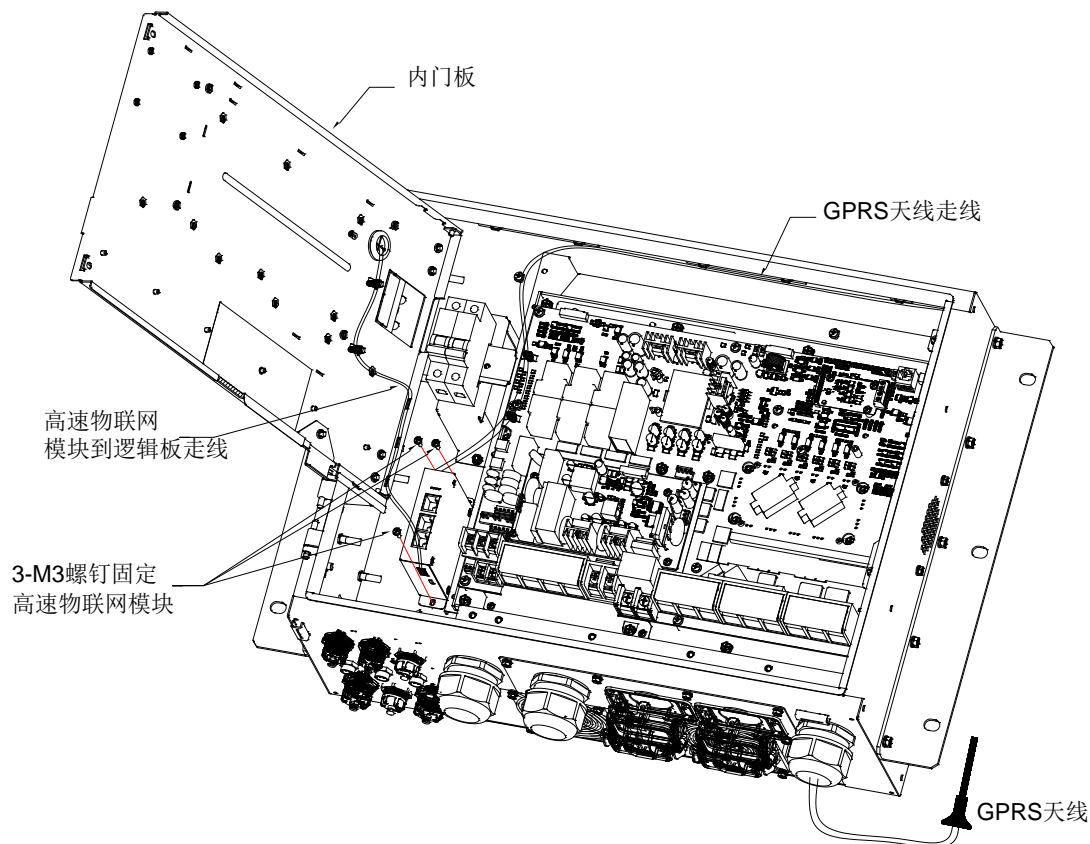

图 B-3 高速物联网模块安装
- 1、如图 B-3 打开内门，用 3 个 M3 螺钉把高速物联网模块固定在钣金箱体上，到逻辑板线缆穿过内门板上密封圈，GPRS 天线如图 B-3 走线。